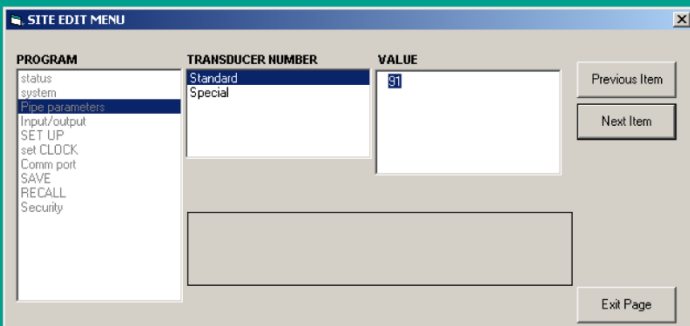

Figura 38: Opción de parámetros de tubería en el menú de edición del sitio
- a. Resalte y haga doble clic en la opción deseada en el panel izquierdo. La figura 38 muestra la primera entrada. (número de transductor) en la opción *pipe parameters* (*parámetros de la tubería*). El título situado encima del panel central muestra la entrada actual, mientras que el panel central muestra las selecciones disponibles para esa entrada.